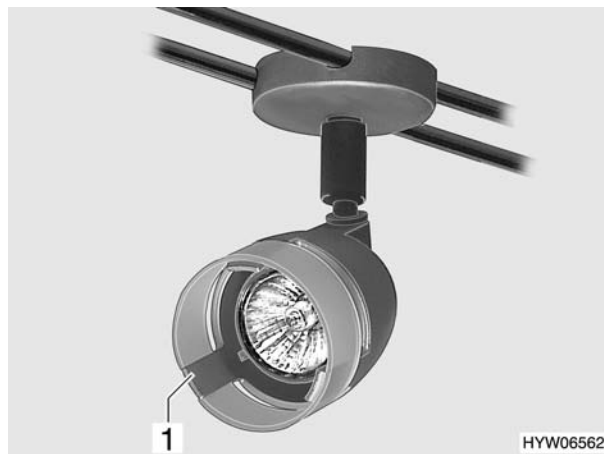

Fig. 206 Faretto (variante 3)
- Schiacciare la graffa (Fig. 206,1) indietro.